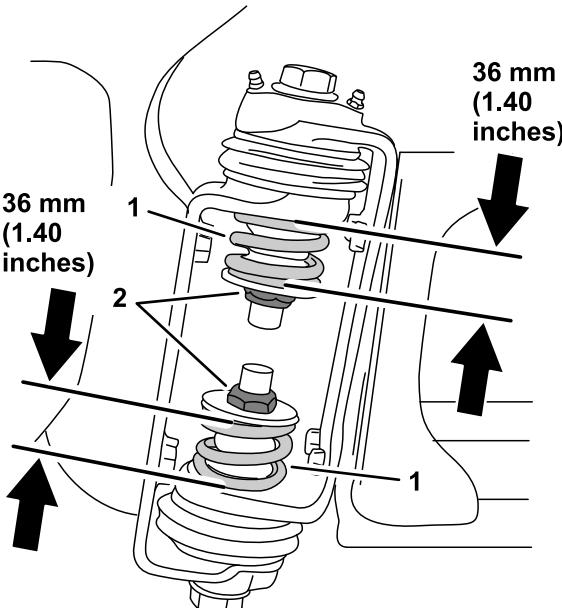

Рисунок 6
6. На шарнире стрелы измерьте степень сжатия верхней и нижней пружин, пока стрелы находятся в выдвинутом положении (Рисунок 6).